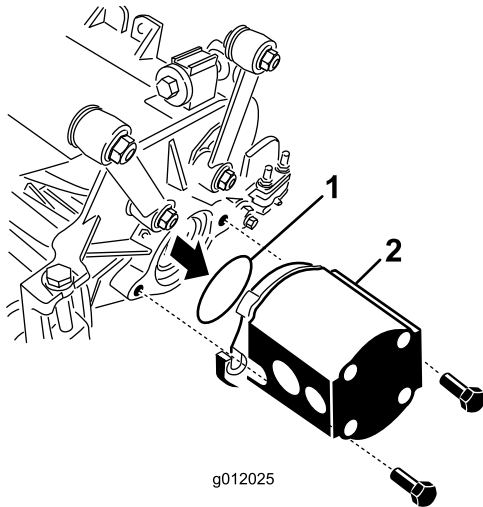

Figura 25
- Introduceți un inel de etanșare (furnizat cu unitatea de tăiere) la flancul motorului de acționare (Figura 25).
- Montați motorul la capătul de antrenare a unității de tăiere și fixați-l cu 2 uruburi cu cap imbus furnizate cu unitatea de tăiere (Figura 25).